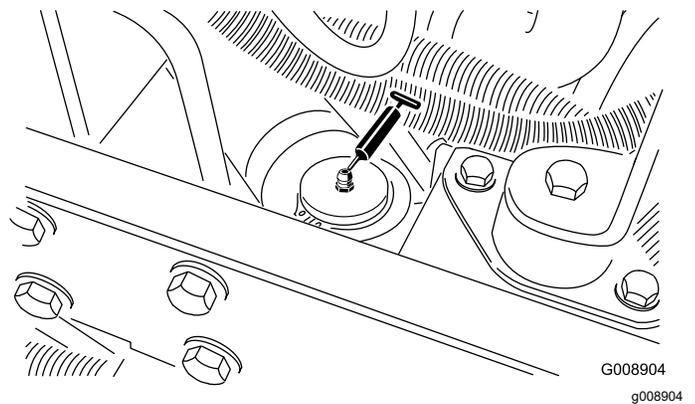

Рисунок 66
- Гидроцилиндр рулевого механизма (Рисунок 66).